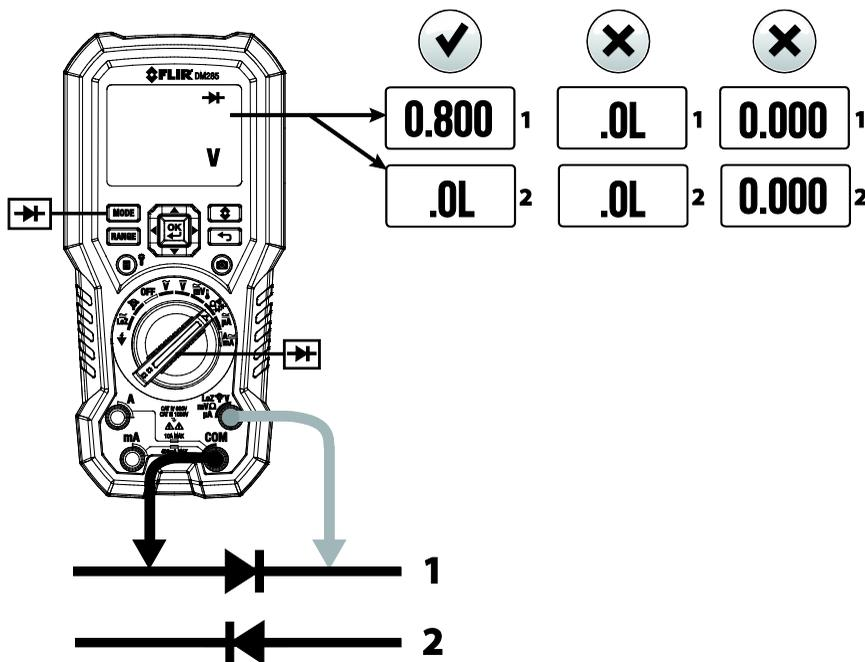

Fig. 9-4 Prueba de Diodo Clásica
4. Toque la punta de la sonda a través del diodo o empalme semiconductor bajo prueba en una polaridad (dirección) y luego en la polaridad opuesta como se muestra en la **Fig. 9-4**.